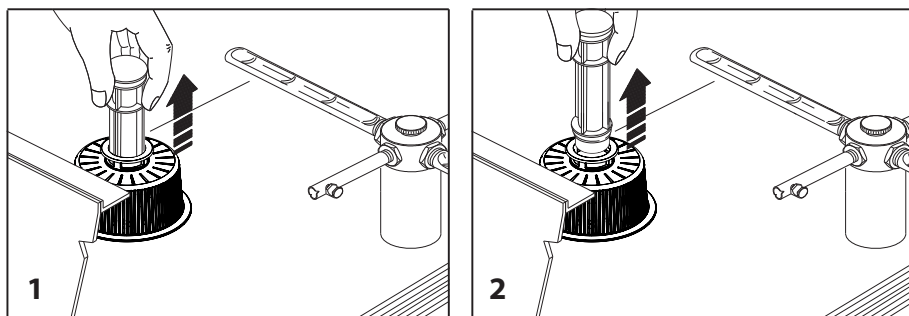

Fig. 16
1. spegnere la lavastoviglie (utilizzando l'INTERRUTTORE DI ACCENSIONE (2), vedere par. 4.6) e disconnetterla dalla rete elettrica
2. togliere il tubo di troppo pieno (fig. 16)